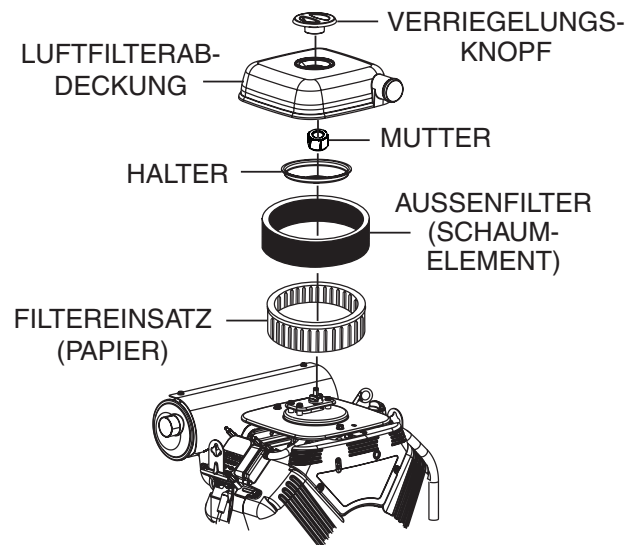

Abbildung 17. Luftfilterbauteile
1. Lösen Sie den Verriegelungsknopf (Abbildung 17) auf der Oberseite des Luftfilterdeckels und nehmen Sie den Deckel ab.